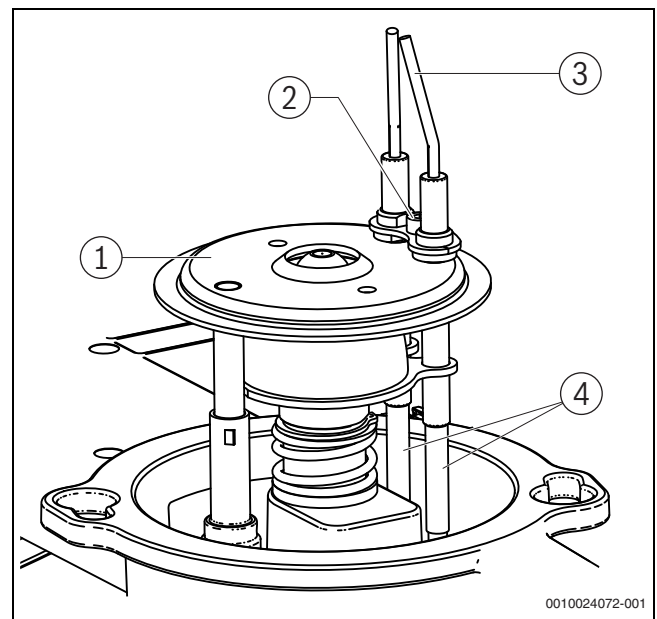

Bild 67 Mischsystem ausbauen
Die Zündelektroden (→ Bild 67, [1], Seite 40) müssen frei von Ablagerungen sein.
- ▶ Schraube (→ Bild 67, [2], Seite 40) zwischen den Zündelektroden [1] lösen.
- ▶ Zündleitungen (→ Bild 67, [5], Seite 40) von den Zündelektroden [1] abziehen.